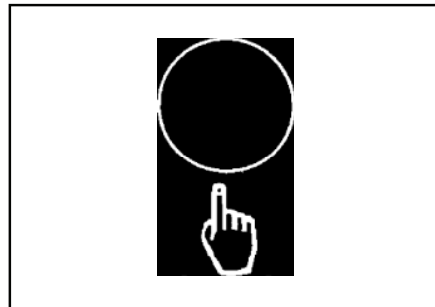

Abbildung 33
5. Die Maschine verfügt über ein One-Touch-Button-Bedienfeld (siehe Abbildung 33) mit einer Voreinstellung für Bürstendruck und Lösungsmittelfluss. Drücken Sie die One-Touch-Taste einen Moment lang, wenn Sie diese Einstellungen beibehalten möchten. **HINWEIS: Möchten Sie diese Einstellungen nicht verwenden, siehe Seite 16 oder One-Touch-Betrieb.**